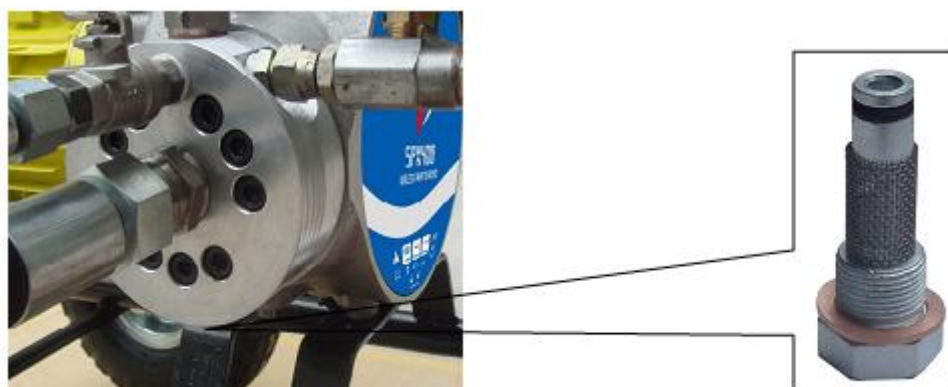

Рис. 7.
5. Проверьте фильтр для заливки масла, будьте осторожны, чтобы в поршень ничего не попало. (Рис. 7)